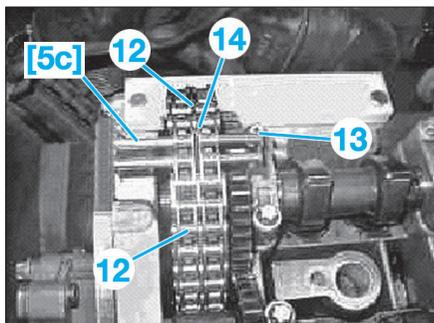

FIG. 29
- Insérer à l'aide de la fourche de la tête de pièce pour riveteuse [5c] un maillon neuf (13) (Fig.29), ainsi qu'une plaquette centrale neuve (14) sur de la chaîne neuve (12).